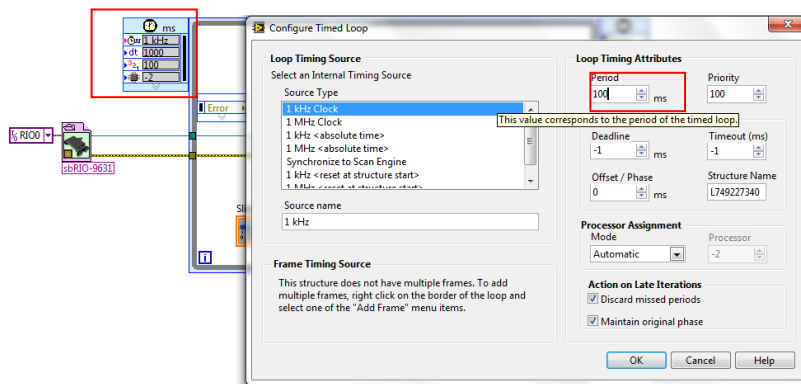

Fig. 34 Configuración del Timed Loop.
2. Dirijase al Diagrama en Bloques para cambiar la velocidad de ejecucion del ciclo para que haya una respuesta mas rapida. Dirijase al cuadro azul del Timed loop y haga click derecho para modificar el periodo de ejecucion de 1000ms a 100 ms (Fig. 34).